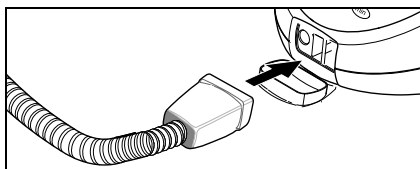

Рис. 5
- Паровой штекер (С7) надежно вставить в выходной разъем прибора (А1). При этом оба фиксатора парового штекера должны зафиксироваться в крышке розетки прибора (см. рис. 5).